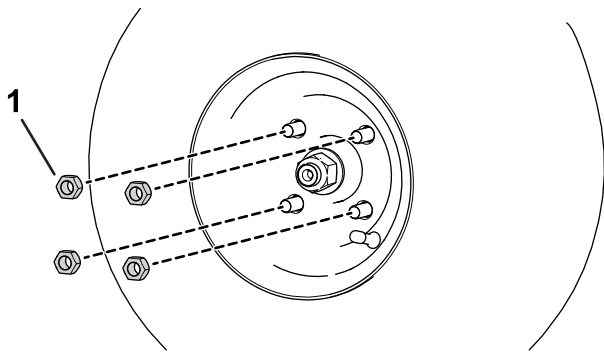

图 57
- A. 松开并取下车轮螺母 图 57。
- B. 安装车轮螺母图 57。